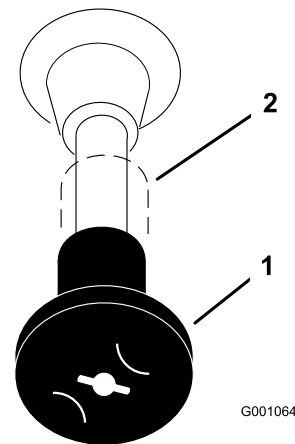

Bild 12
4. Stellen Sie beim Anlassen eines kalten Motors den Chokehebel auf **ein**, (Bild 12).
7. Stellen Sie nach dem Anspringen des Motors den Chokehebel in die Aus-Stellung (Bild 12). Wenn der Motor aussetzt oder unregelmäßig läuft, stellen Sie den Chokehebel für ein paar Sekunden wieder auf die Ein-Stellung und dann auf die gewünschte Stellung. Wiederholen Sie diesen Vorgang nach Bedarf.